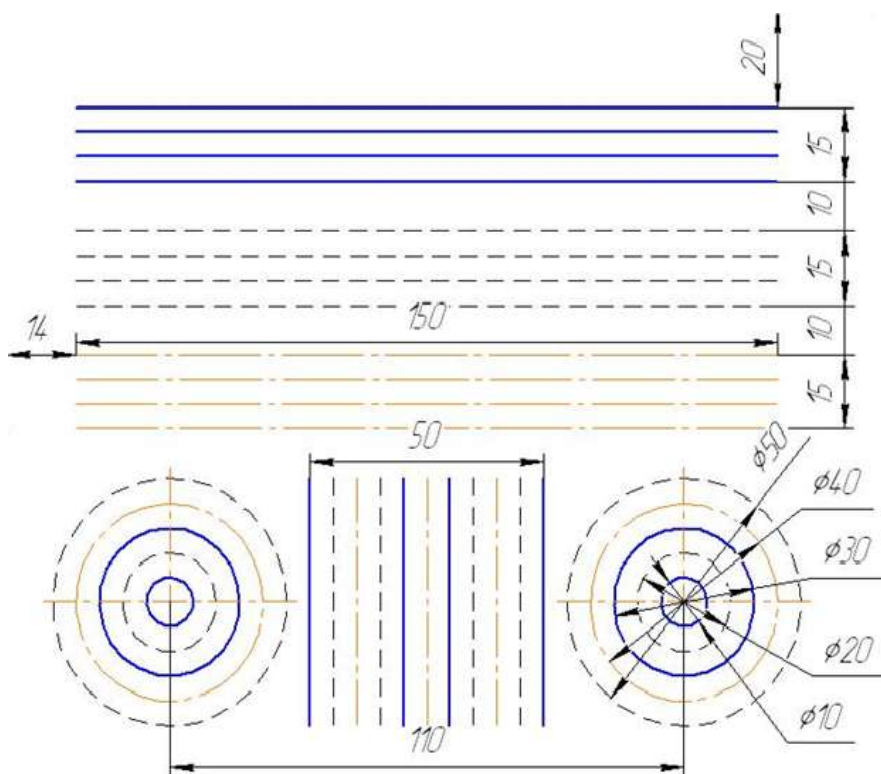

Рис. 10 Линии чертежа
3. Выполнить чертёж «Линии чертежа» (рис.10.)